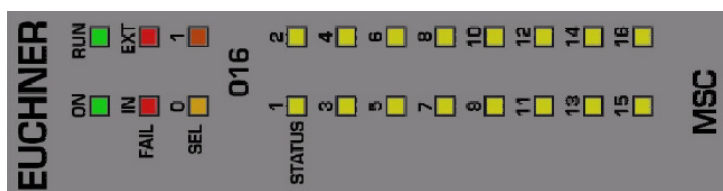

Figura 39:
8.4.12. Módulo O16 (Figura 39)